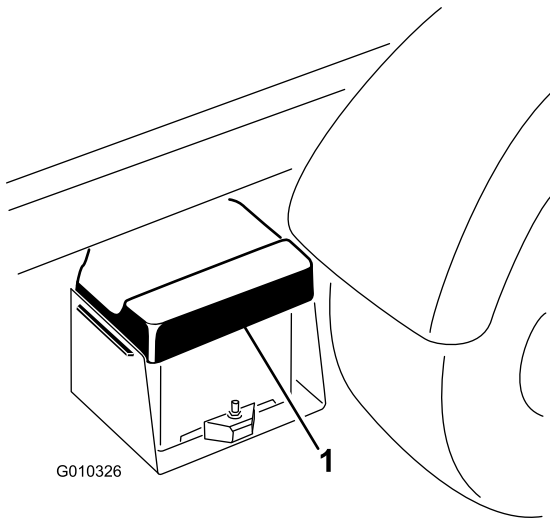

Figura 5
1. Stringete il coperchio della batteria per liberare le linguette dalla cassetta della batteria (Figura 5).
2. Staccate il coperchio dalla cassetta della batteria (Figura 5).
6. Allineate il coperchio sulla cassetta della batteria (Figura 5).
7. Stringete il coperchio della batteria, allineate le linguette alla base della batteria e rilasciate il coperchio (Figura 5).